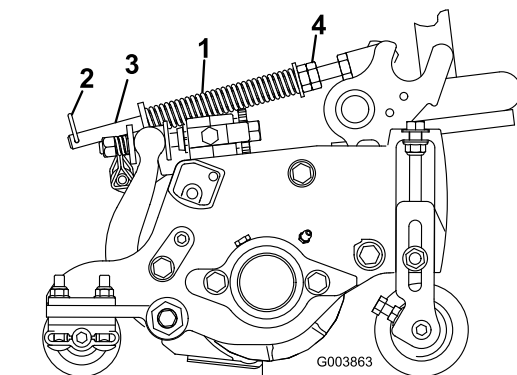

Figura 13
A mola de compensação (Figura 13), que liga a estrutura de suporte à unidade de corte, controla a rotação (para trás) disponível.
1. Aperte a porca de bloqueio na parte posterior da haste da mola, até que a folga (C) entre a parte posterior do suporte da mola e a parte frontal da anilha seja de 3,2 cm (Figura 13).
2. Aperte as porcas sextavadas na extremidade dianteira da haste da mola até que o comprimento da mola em compressão (A) seja de 32,8 cm (Figura 13).